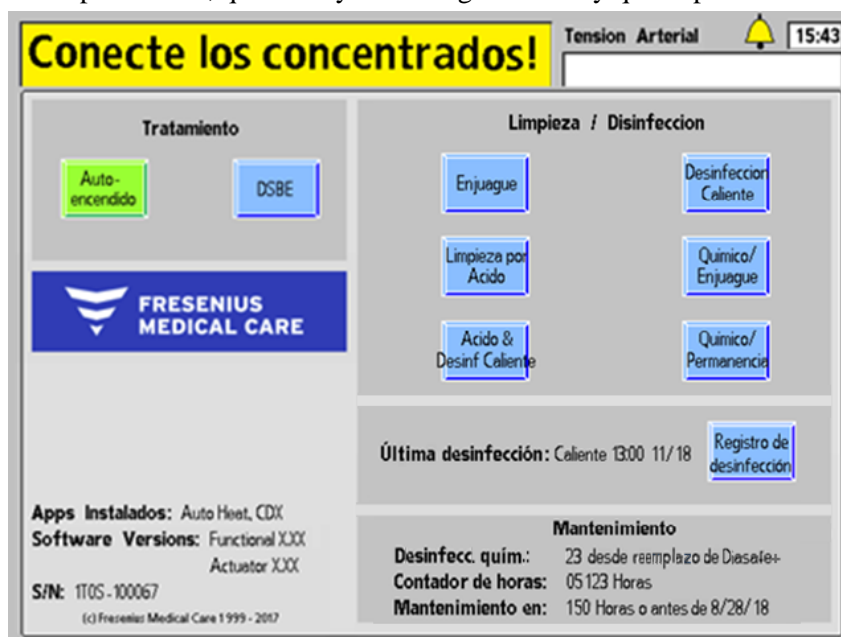

Figura 24 – El programa de encendido automático está esperando la conexión del concentrado
- ✓ El conector de concentrado de ácido rojo está conectado en el suministro central de ácido o en un recipiente que contenga suficiente concentrado de ácido para todo el tratamiento; Si el conector sigue conectado en su puerto, el botón **Auto-encendido** estará en verde y se mostrará el mensaje “Conecte los concentrados” en el cuadro de estado, tal lo indicado en la Figura 24 más arriba. Una vez que se retira el conector del puerto, la máquina esperará hasta 10 minutos que se estabilice la conductividad y la temperatura del